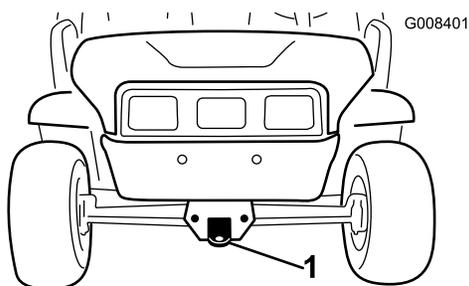
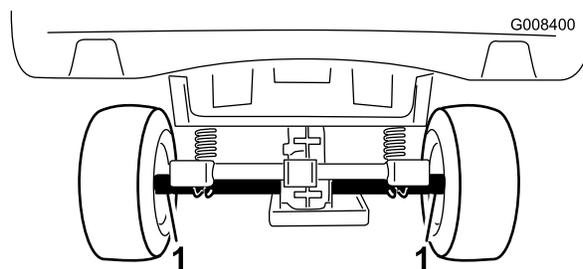

Figura 20
Figura 21
Usate un rimorchio per spostare la macchina su lunghe distanze. Accertatevi che la macchina sia fissata al rimorchio. Vedere Figura 20 e Figura 21 per conoscere la posizione dei punti di attacco.
2. Fissate una fune di traino al timone sulla parte anteriore del telaio della macchina (Figura 20).